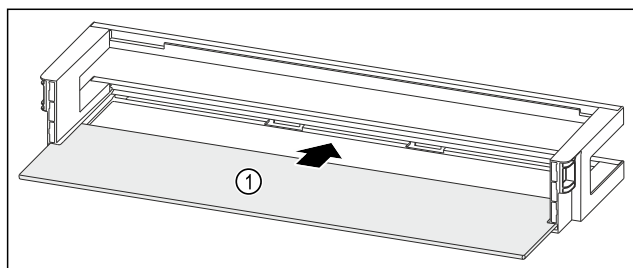

Fig. 260 Rafti i derës me raft mbajtës
- Futni raftin mbajtës Fig. 260 (1) në folëtë anësore.